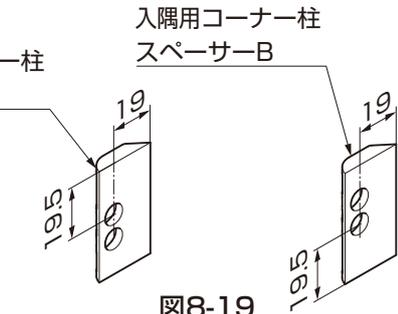

図8-19
- 入隅用コーナー柱スペーサーはAとBがあります。右入隅、左入隅でAとBが入れ替わります。(図8-19参照)